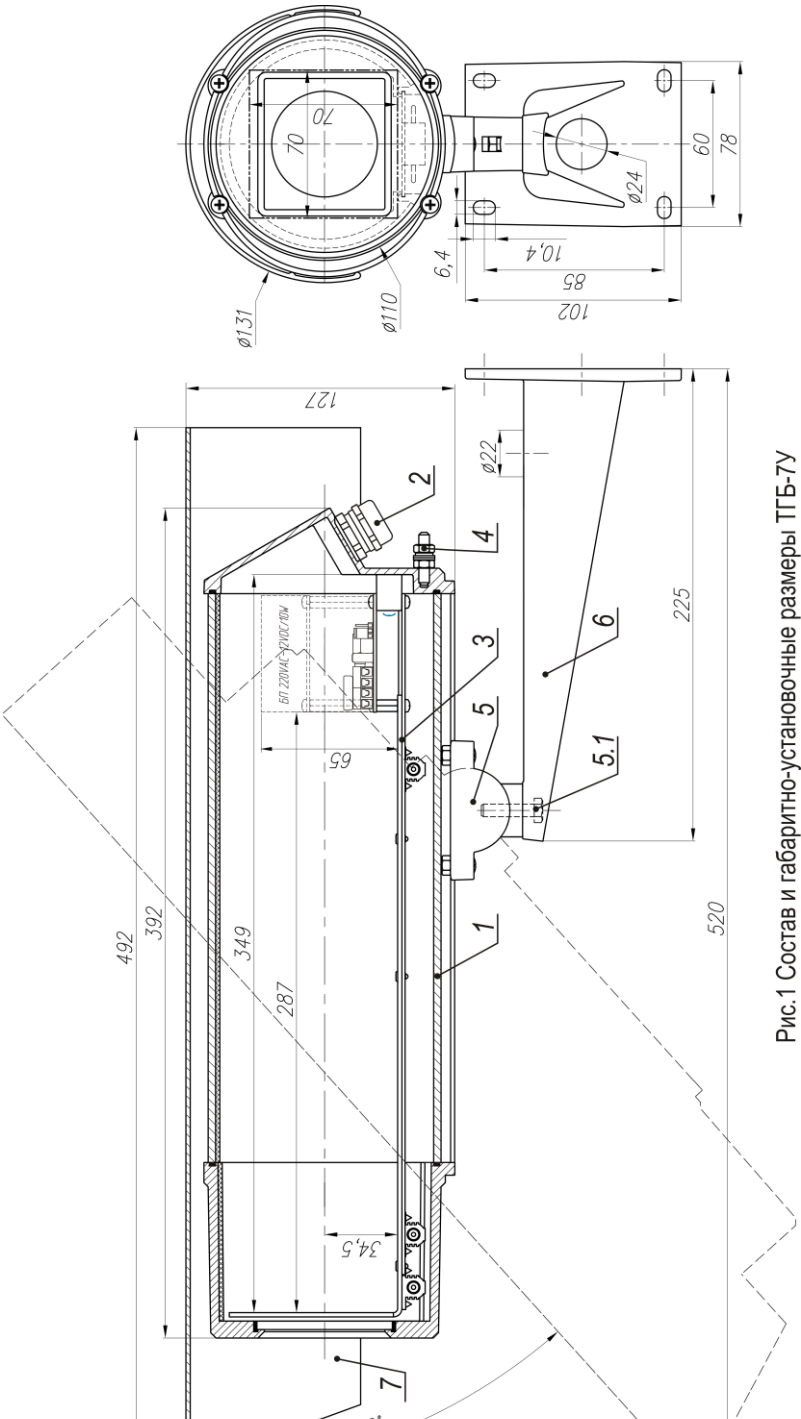

Рис.1 Состав и габаритно-установочные размеры ТГБ-7У
2. Выдвинуть модуль видеокамеры (поз.3 рис.1) из кожуха.
8. Ослабив болт фиксации шарнира (поз.5.1 рис.1), установить гермобокс на нужное направление обзора, после чего надежно зафиксировать шарнир затянув болт.
9. Заземлить гермобокс с помощью болта заземления (поз.4 рис.1).
| 8     | Габаритные размеры                                  | см. рис.1                                     |                |                                               |                |                                                |                |
В состав изделия входят (см. рис.1):